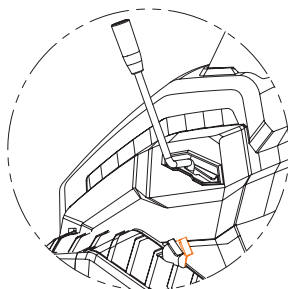

Рис. 20
- Если вам нужно косить траву при движении назад, нажмите левую педаль (Рис. 20).